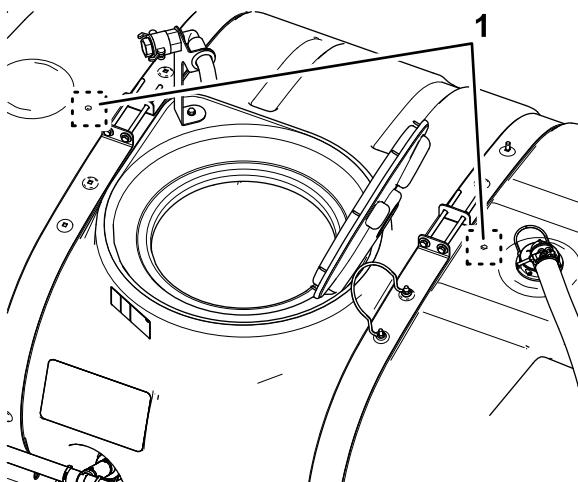

Figure 17
2. Localisez les 2 repères de perçage sur la cuve principale (Figure 17).